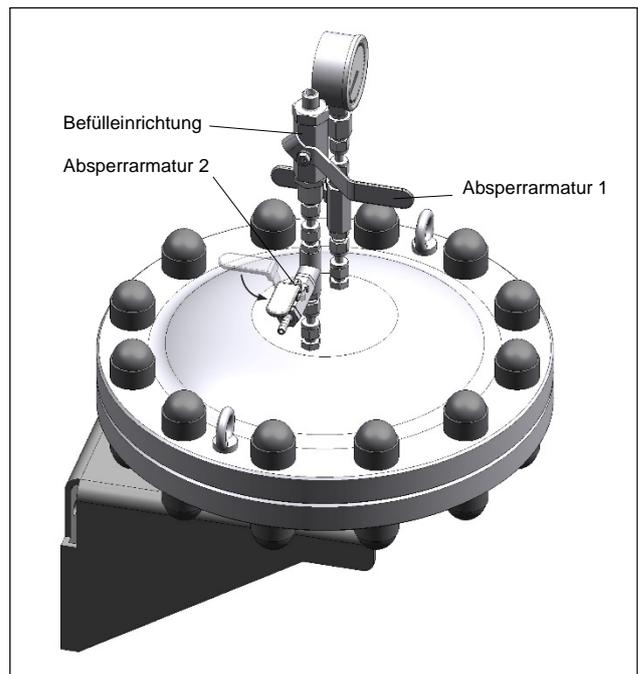

Abb. 21
- Bei der Edelstahlausführung ist die Absperrarmatur 1 (siehe Abb. 21) vor dem Befüllen mit Gas und bei schon angeschlossener Gasversorgung zu öffnen. Nach erfolgter Vorspannung des Pulsationsdämpfers muss die Absperrarmatur sofort wieder geschlossen werden. Die Absperrarmatur 2 darf nur vorsichtig zum Ablassen des Gases betätigt werden. Während des Befüllvorganges und während des Betriebes muss sie immer geschlossen sein.